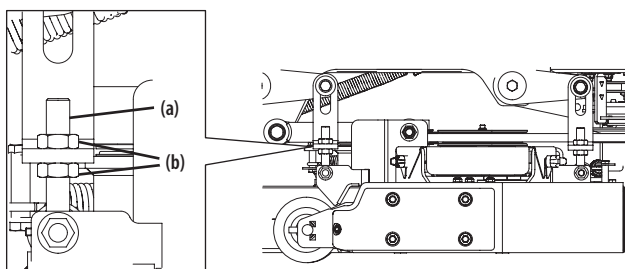

Figura 29
3. Ajuste el perno de ojo (a) en la parte delantera izquierda de la plataforma para que la altura desde la punta de la cuchilla externa derecha a la tierra coincida con la de la punta de la cuchilla externa izquierda. Esto se hace aflojando las contratuercas (b) en el perno de ojo (a) y apretando la contratuercas superior (b) para elevar la plataforma y aflojando la contratuercas (b) para bajar la plataforma. La altura de la punta de la cuchilla externa derecha se fija con el perno de ojo derecho (a), por lo que debe ajustar la punta externa izquierda para que coincidan. Consulte la Figura 29.
3. Afloje las contratuercas (b) en la parte posterior izquierda y derecha de los pernos de ojo (a). Consulte la Figura 29.